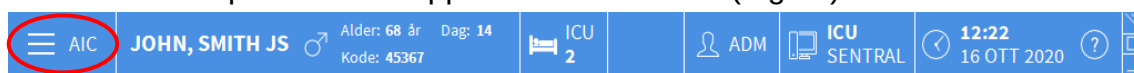

Fig 36
- Klikk på **MENY**-knappen i «Control Bar» (Fig 36).